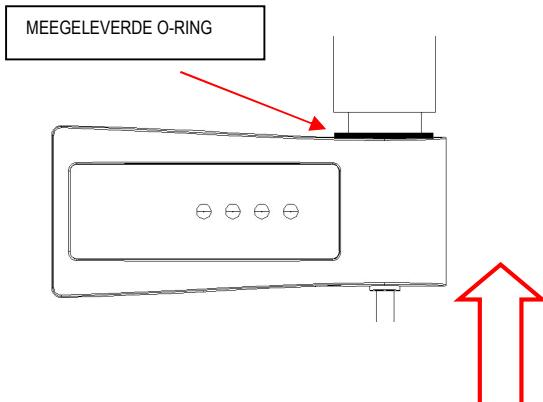

Fig. 6
4. Breng de thermostaat aan op de aansluiting van het elektrische verwarmingselement (fig. 6). Druk de thermostaat aan totdat de aansluiting volledig is ingebracht en de meegeleverde O-ring volledig is samengedrukt. Zorg ervoor dat de draden volledig in de thermostaat zijn aangebracht en niet vast zitten in het eerste deel van de opening.